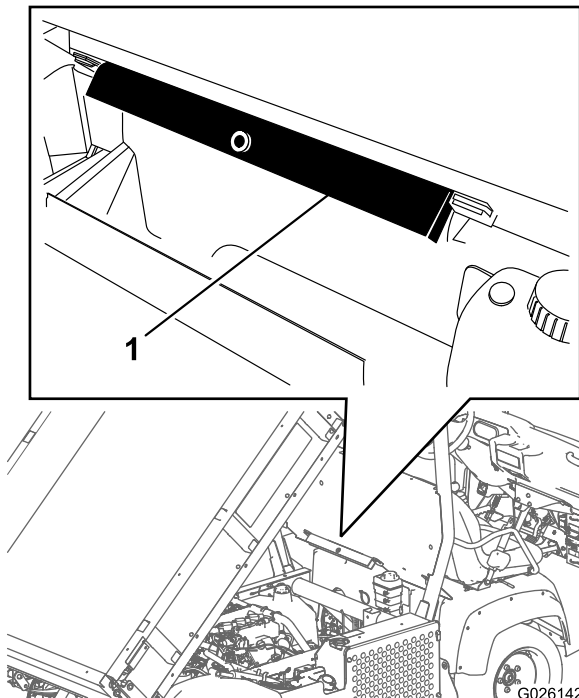

Bild 30
2. Nehmen Sie die Ladepritschenstütze aus den Einlagerungshalterungen hinten an der Überrollschutzplatte (Bild 30).